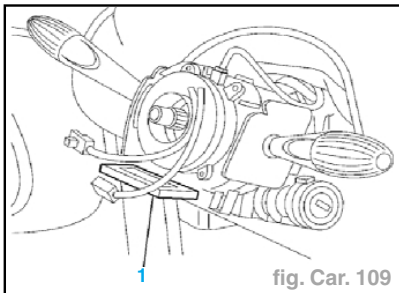

fig. Car. 109
- En cas de remplacement du câble en spirale par un câble neuf, enlever la languette de sécurité (1) (fig. Car. 109).